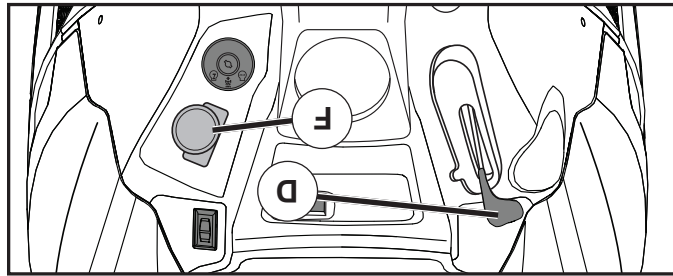

Fig. 19
• Placer la commande des gaz en position (D) « SLOW » (lent).
POUR UTILISER LA COMMANDE DES GAZ (D) (Voir la Fig. 19)